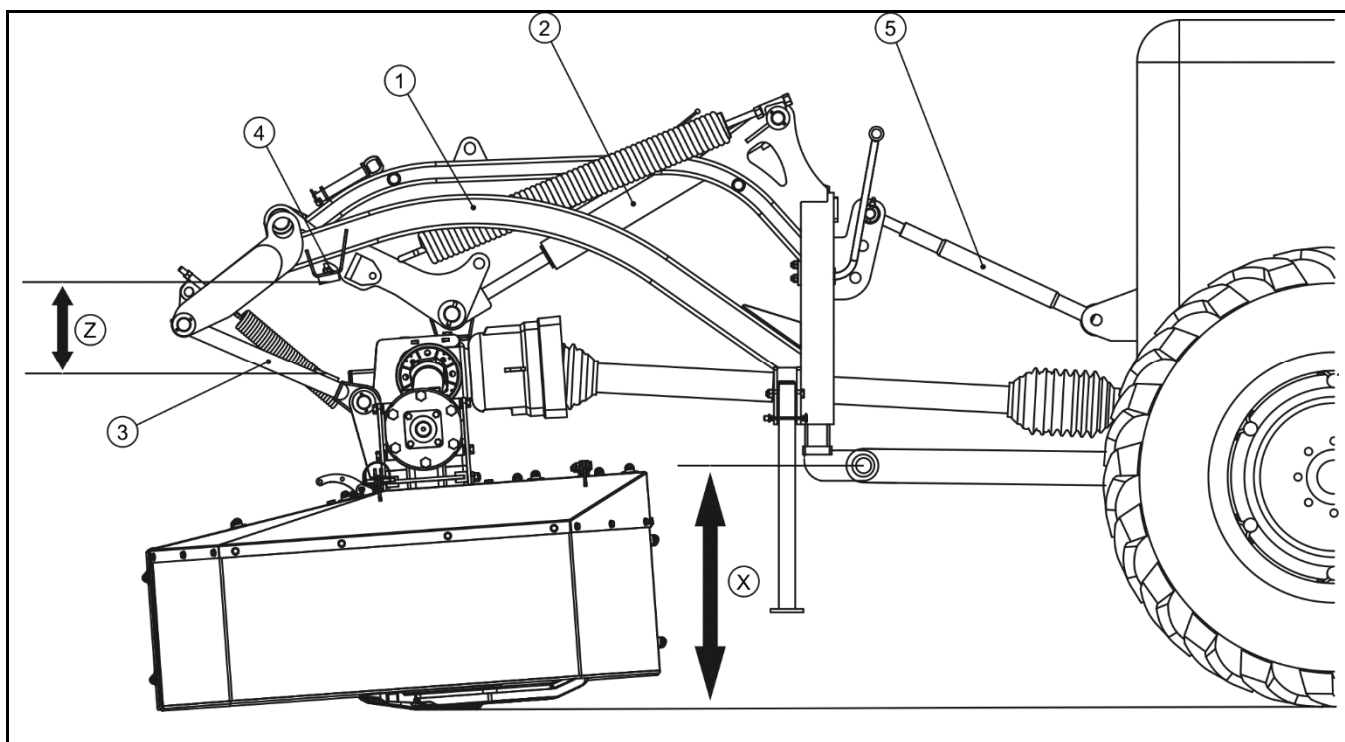

РИСУНОК 4.5 Базовое положение косилки
(1) рама навески, (2) гидроцилиндр, (3) тягово-сцепное устройство, (4) резиновый отбойник (5) верхнее сцепное устройство, (Z), (X) рекомендованные расстояния для базового положения.
Режущий аппарат косилки может перемещаться вверх и вниз относительно рамы навески. Такое решение позволяет режущему аппарату передвигаться над поверхностью почвы, точно копируя неровности поля, в то время как рама навески (1) движется в соответствии с движением трактора. Для того, чтобы косилка работала в оптимальном режиме, ее необходимо установить в базовое положение (РИСУНОК 4.5), рекомендованное производителем. Для этого нужно:
- установить нижние тяги трехточечной навесной системы трактора на высоте (X) ок. 700 мм (отрегулировать длину ограничивающих цепей),
- отрегулировать высоту кошения путем увеличения или уменьшения длины верхней тяги (5),
- проверить расстояние (Z) между резиновым отбойником (4) и закрепленным на тяге (3) упором, которое должно составлять 200 - 250 мм. Такое расстояние необходимо для того, чтобы косилка могла во время работы точно копировать рельеф почвы.
- поднять косилку на трехточечной системе навески трактора, устанавливая в рабочее положение кошения (РИСУНОК 4.5).